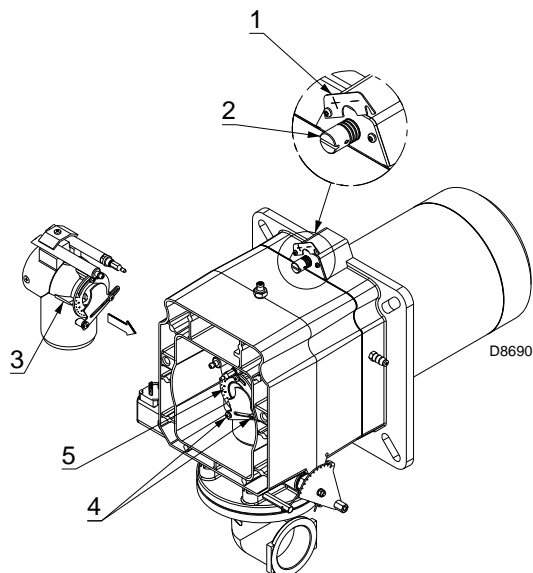

图 16
- 旋转螺丝 2)( 图 16) 直至刻槽与法兰前表面 1) 对齐。
为了便于调节，可先拧松螺丝 3)( 图 16)，设定好后，重新在原位拧紧螺丝。
- 拧松螺丝 4)，旋转环形螺母 5)( 图 16)，直至刻槽与指针 3) 对齐；